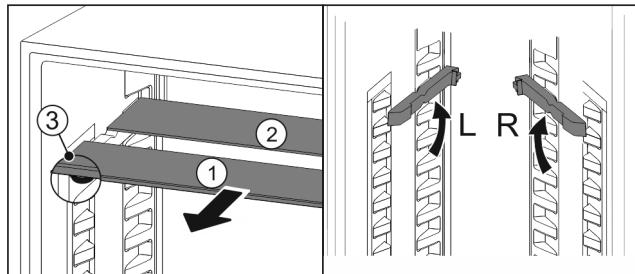

Fig. 30
- 将玻璃隔板逐个向前拉出 Fig. 30 (1)。
- 带装饰条的玻璃隔板 Fig. 30 (1) 在前。
- 阻挡装置 Fig. 30 (3) 指向下方。